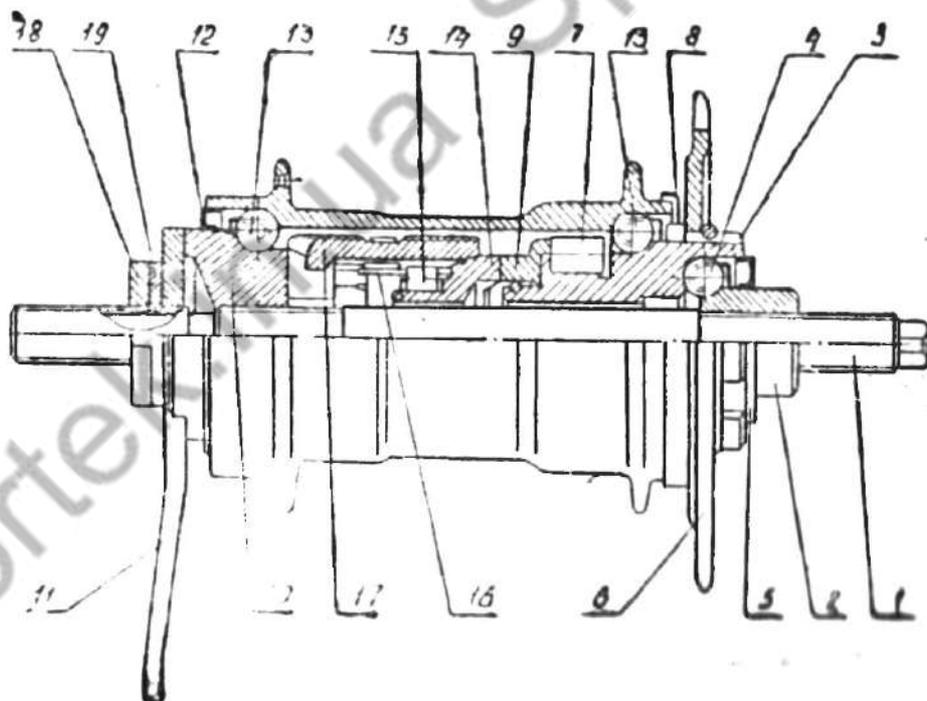

Рис. 15. Втулка тормозная заднего колеса
7.3.1. Тормозная втулка заднего колеса (рис. 15) является наиболее сложным механизмом велосипеда.
Регулировка втулки заднего колеса (рис. 15), без снятия его с велосипеда, производится ключом, надетым на квадратный конец оси (1), при этом следует опустить гайку левого конуса (10).
Трещотка (рис. 15б) имеет внутренний корпус с резьбой (1), аналогичной резьбе задней втулки, и вращающийся на подшипниках качения по отношению к внутреннему корпусу наружный корпус, на котором монтируются ведомые звездочки (2).